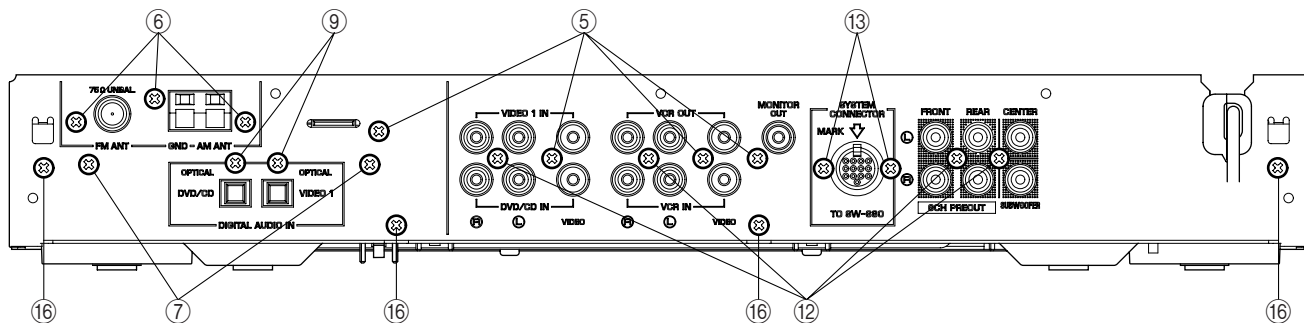
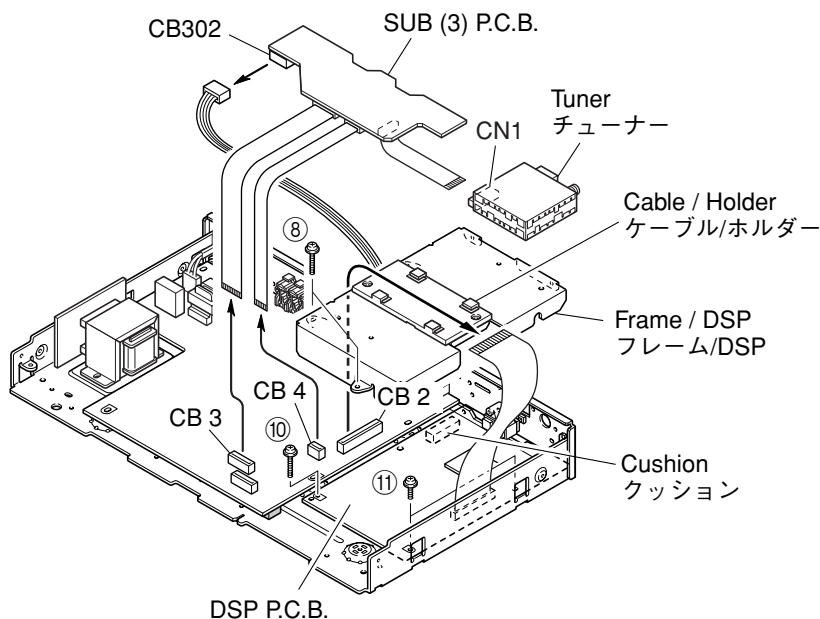
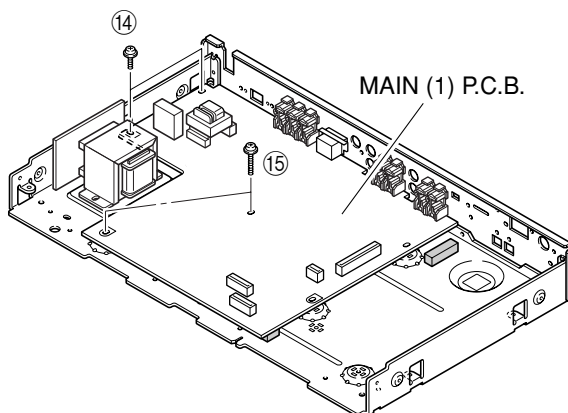
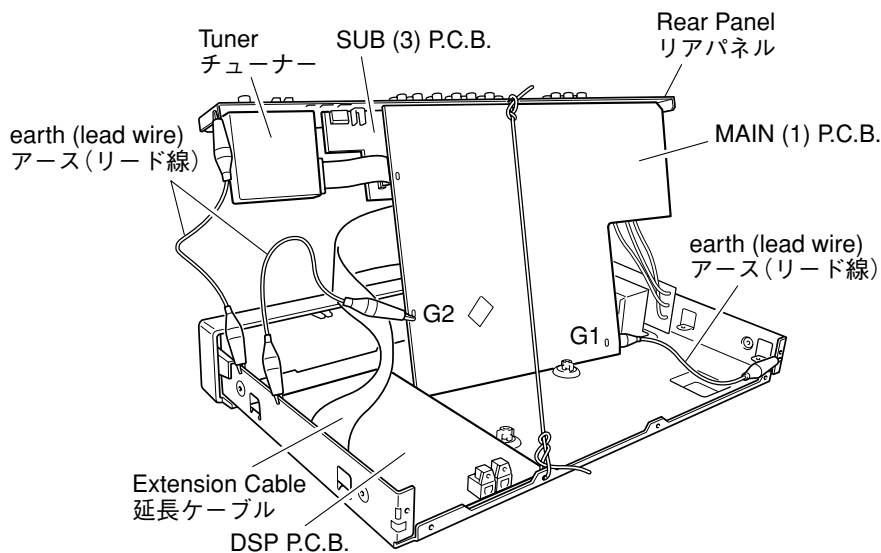

Fig. 3
Fig. 4
Fig. 5
Fig. 6
3. Removal of SUB (3) P.C.B.
- Remove 4 screws (⑤). (Fig. 3)
- Remove CN1, CB3, CB4, CB302. (Fig. 4)
- Remove the SUB (3) P.C.B.. (Fig. 4)
- Remove 3 screws (⑥). (Fig. 3)
- Remove the Tuner. (Fig. 4)
- Remove CB2 and disconnect the flat cable from the Cable / Holder. (Fig. 4)
- Remove 2 screws (⑦). (Fig. 3)
- Remove 2 screws (⑧) and then remove the Frame / DSP. (Fig. 4)
- Remove 2 screws (⑨). (Fig. 3)
- Remove 1 screw (⑩) and 2 screws (⑪). (Fig. 4)
- Remove the DSP P.C.B.. (Fig. 4)
3. SUB (3) P.C.B.の外し方
- ⑤のネジ4本を外します。(Fig. 3)
- CN1、CB3、CB4、CB302を外します。(Fig. 4)
- SUB (3) P.C.B.を取り外します。(Fig. 4)
- ⑥のネジ3本を外します。(Fig. 3)
- チューナーを取り外します。(Fig. 4)
- CB2を外し、ケーブル/ホルダーからフラットケーブルを外します。(Fig. 4)
- ⑦のネジ2本を外します。(Fig. 3)
- ⑧のネジ2本を外し、フレーム/DSPを取り外します。(Fig. 4)
- ⑨のネジ2本を外します。(Fig. 3)
- ⑩のネジ1本、⑪のネジ2本を外します。(Fig. 4)
- DSP P.C.B.を取り外します。(Fig. 4)
6. Removal of MAIN (1) P.C.B.
- Remove 4 screws (12) and 2 screws (13). (Fig. 3)
- Remove 2 screws (14) and 2 screws (15). (Fig. 5)
- Remove the MAIN (1) P.C.B.. (Fig. 5)
6. MAIN (1) P.C.B.の外し方
- 12のネジ4本、13のネジ2本を外します。(Fig. 3)